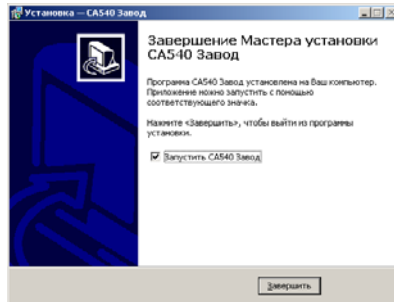

Рисунок 8.7
6) На экране появится окно (рисунок 8.7). Для завершения установки программы щелкнуть по кнопке **Завершить**, на Рабочем столе появится ярлык "CA540 PC".